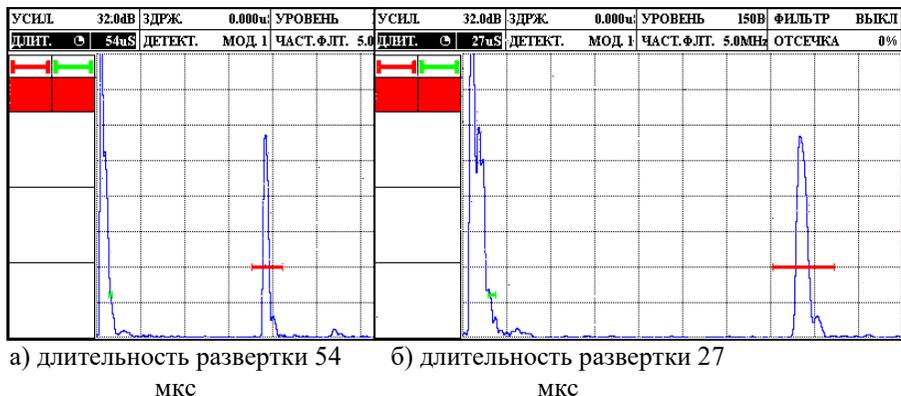

Рисунок 2.16 – Установка длительности развертки
2. Установить длительность развертки «ДЛИТ.» (рис. 2.16), развертка указывается в диапазоне от 8 до 1000 мкс.